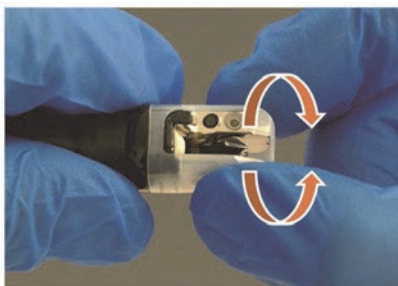

図 8
- (5) 図 8 に示すように、先端カバーの側面をつまんで両方向に軽くねじり、がたつきがないこと、先端カバーが内視鏡先端部からはずれないことを確認する。